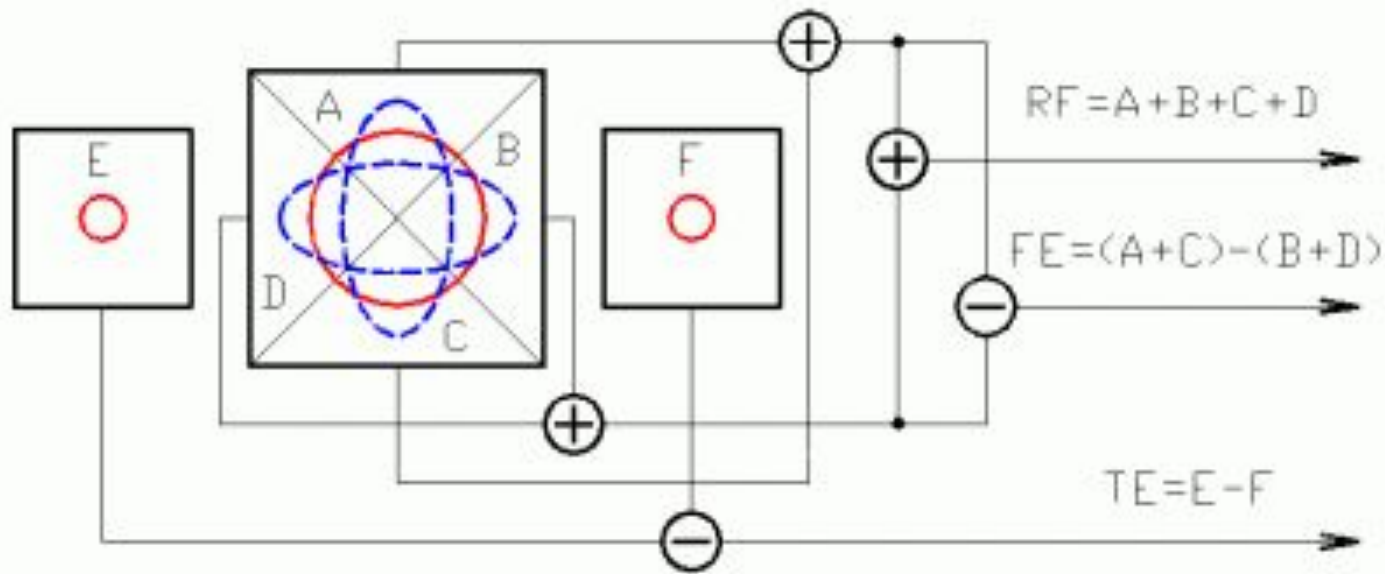

Рис. 18 Лучи и сигналы на фотодетекторах
- Выходные сигналы с оптических датчиков ($A-D$) (фотоприемник, состоящий из четырех зон) обрабатываются в ступенях сложения и вычитания и в соответствии с формулами $(A+C)+(B+D)$ и $(A+C)-(B+D)$ подаются для дальнейшей обработки (см. **Рис.18**).
- На **Рис.18** показан принцип действия системы радиального трекинга. В проигрывателях КД применяется **метод трех световых пятен** (см. **Рис.13**). Он основан на разделении основного лазерного луча, проходящего через **дифракционную решетку**, на три отдельных луча, имеющих незначительное расхождение. Это лучи разных порядков. В проигрывателе используются **основной луч** для считывания информации и два **дополнительные луча** первого порядка для отслеживания трека. Мощность дополнительных лучей составляет 25% от мощности основного.